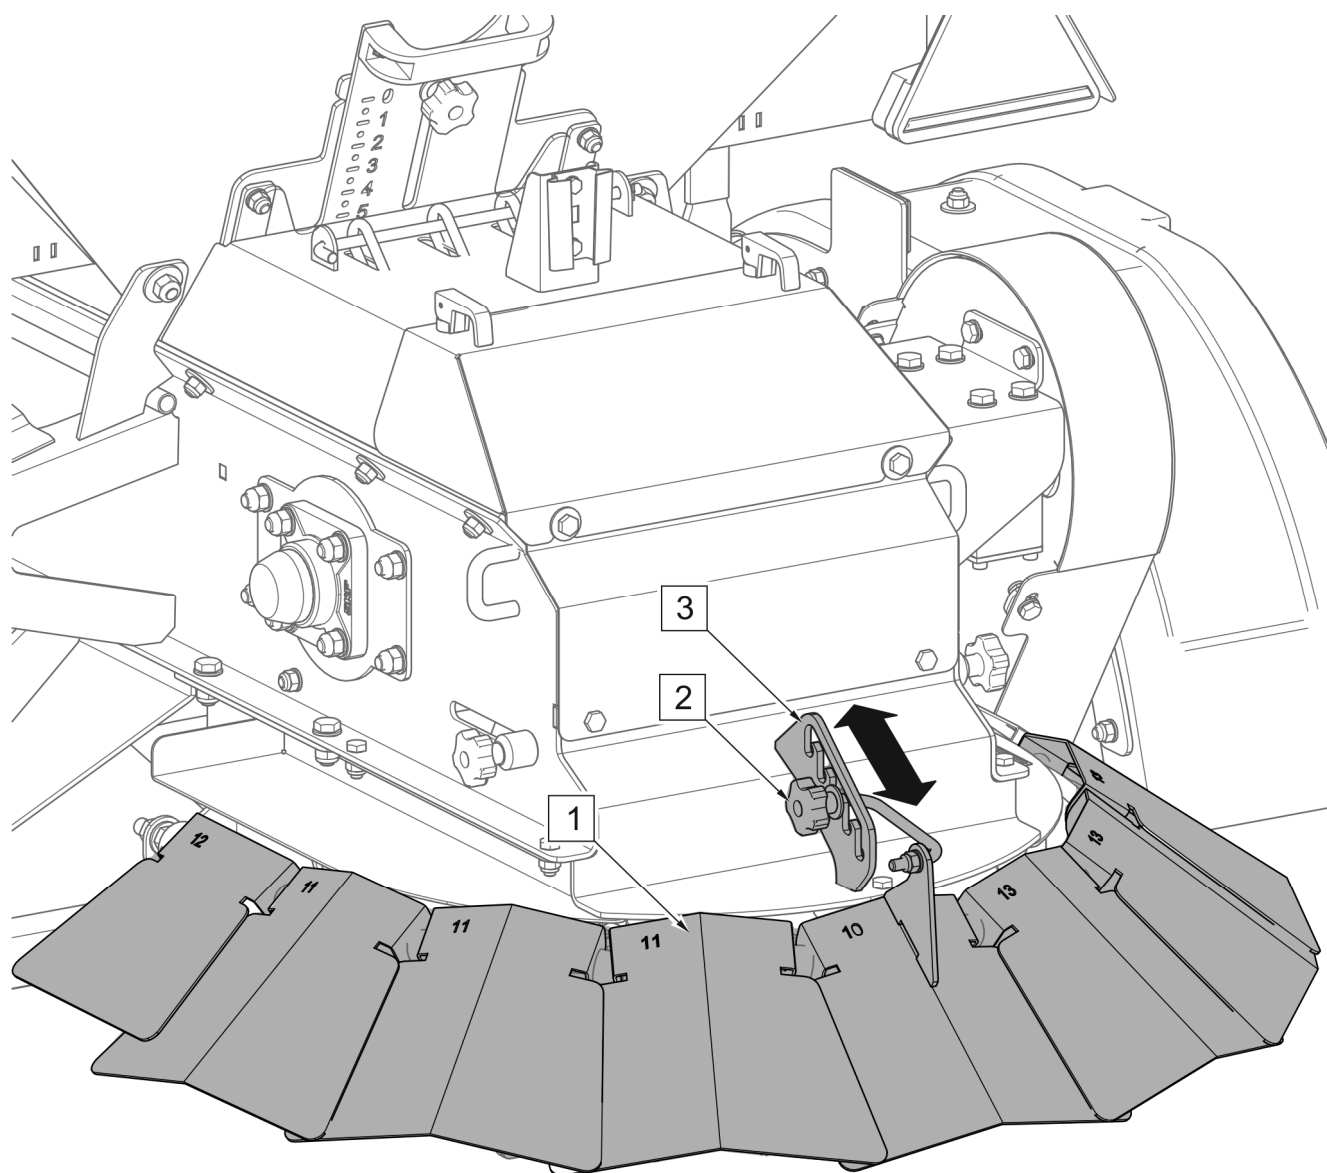

РИСУНОК 4.6 Обмеження ширини посипання
(1) - кришка вентилятора; (2) - натискний гвинт; (3) - планка
Кожух вентилятора (1) використовується для обмеження ширини розкидання (РИСУНОК 4.6). Кожух регулюється, послаблюючи затискний гвинт (2) і переміщаючи штангу для підйому кожуху до відповідної виїмки на планці (3). Чим вище кожух, тим більший діапазон розкидання. Після виконання регулювання затягнути гвинт (2). У розкидачах з механічним приводом розкидального диска регулювати діапазон можна шляхом зміни обертів валу ВВП в носії тільки при повністю відкритому кожусі.